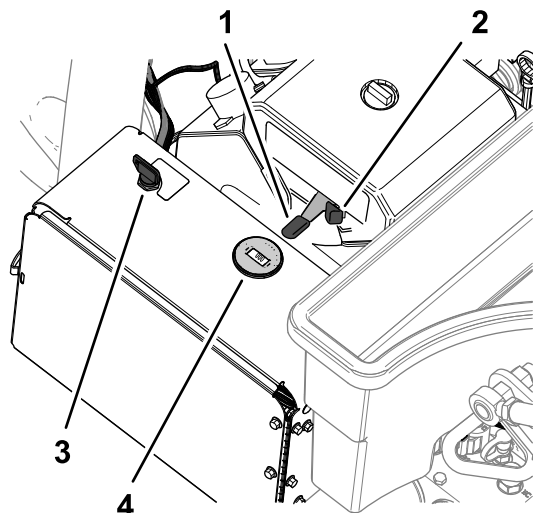

Figura 77
2. Utilizați ocul (Figura 77) după cum urmează: